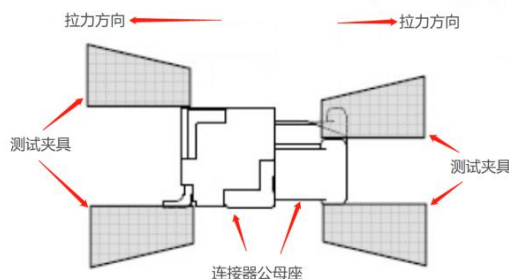

图 5-2 连接器公母头连接卡扣拉力测试示意图
2、连接器公母头连接卡扣允许拉力值如表 5-4, JST 连接器公母头连接卡扣拉力测试示意图如图 5-2。注意从接口处拔出接线端子时请勿直接拔出,需先扣动端子前端卡扣使卡扣松脱后再轻轻拔出即可,直接拔出端子易使卡扣断裂导致连接不稳定。